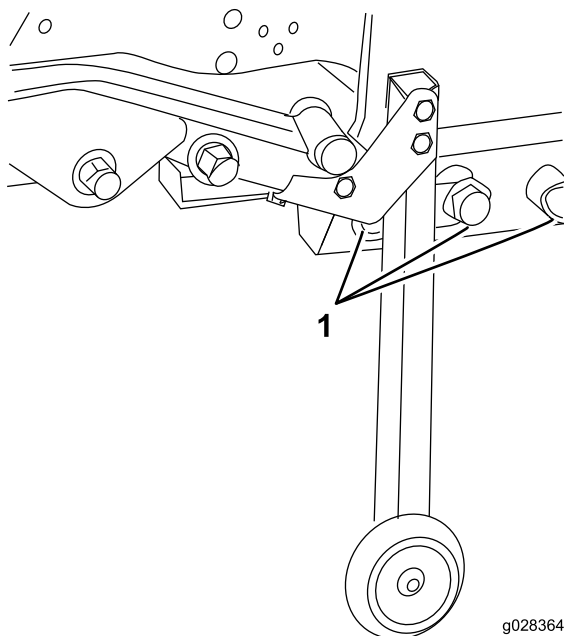

図 101
23. デッキフレームを後フレームに固定しているボルト 3/4 インチ、ワッシャ、ナット 左側に3組、右側に2組 を外す 図 101。